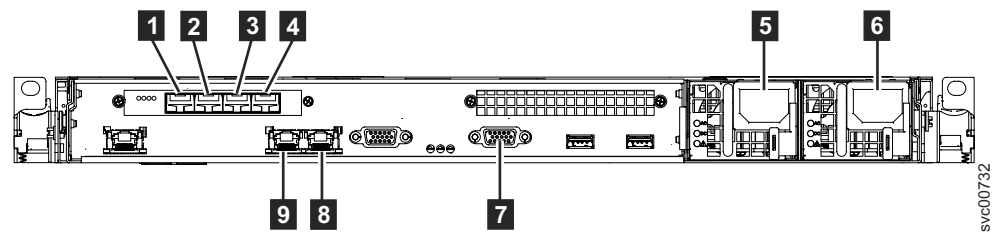

Figura 34. Conectores na Parte Traseira do SAN Volume Controller 2145-CG8
- Conecte os cabos Ethernet à porta Ethernet 1, conforme mostrado por **9**, e a porta Ethernet 2 (**8**), na Figura 34.